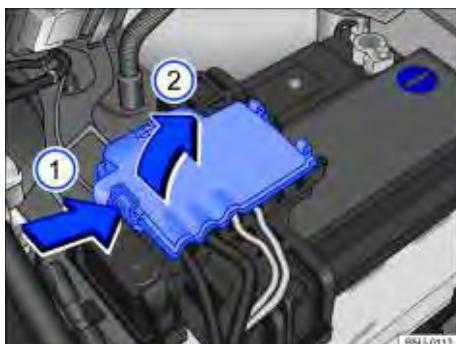

Fig. 191 Compartimento do motor: acesso ao terminal positivo da bateria.
- Abrir a cobertura do polo positivo. Para abrir pressionar a trava no sentido da seta ⇒ Fig. 191 ①, rebater a cobertura para o lado no sentido da seta ②.